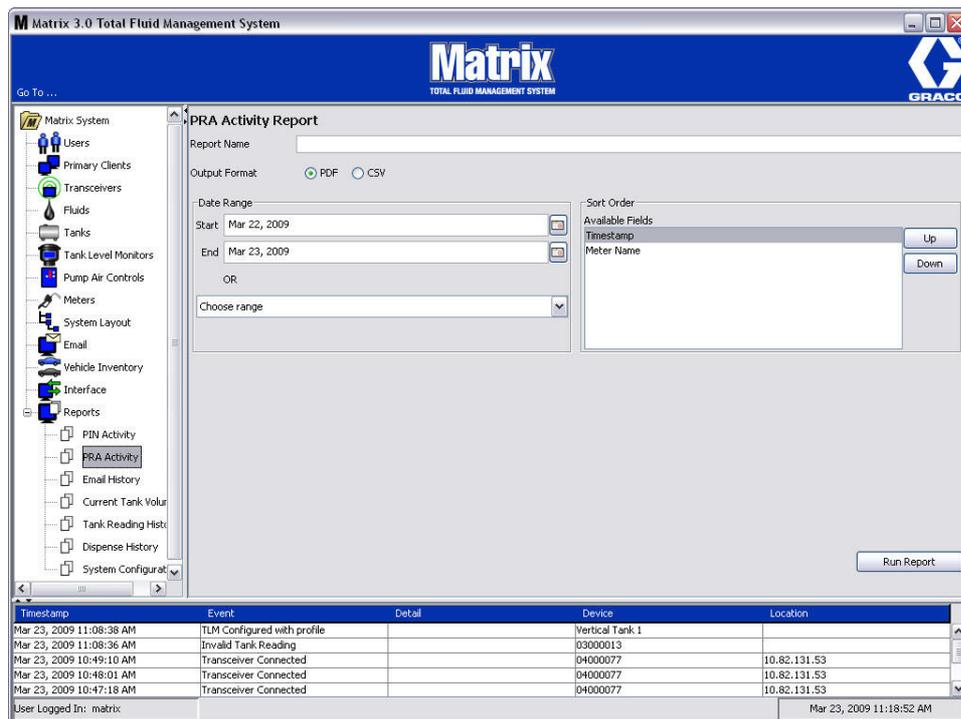

ABB. 169
- TLA-Aktivitätsansicht (ABB. 169)